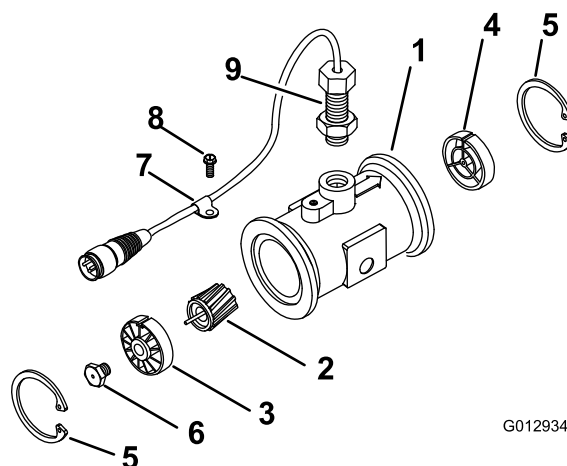

Рисунок 65
3. Снимите стопорное кольцо со стороны входа (Рисунок 65).